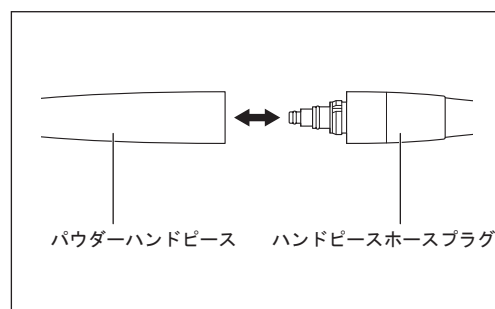

図9
- 2) パウダーハンドピースをハンドピースホースプラグにまっすぐ挿し込みます（図9）。